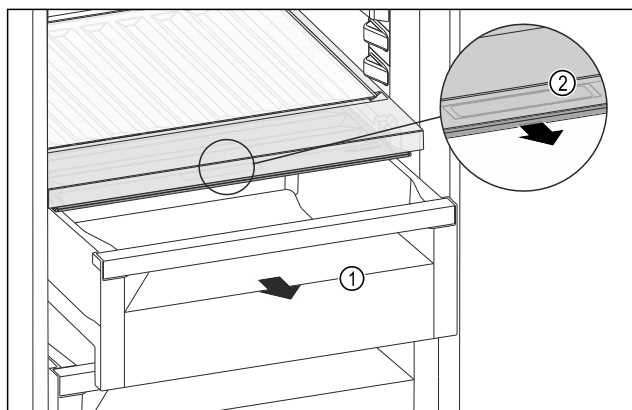

Fig. 156
- Ištraukite įstumiamą stalčių Fig. 156 (1).
- Suimkite stalčiaus dangčio įleidžiamą rankeną Fig. 156 (2) ir patraukite stalčiaus dangtį tuo pačiu metu į priekį.